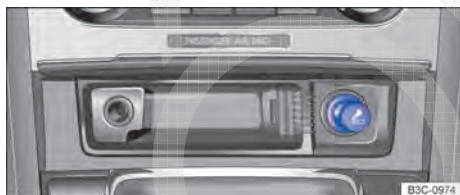

Fig. 131 No console central dianteiro: acendedor de cigarro no cinzeiro.
- Pressionar a cabeça do acendedor de cigarro para dentro com a ignição ligada ⇒ Fig. 131.